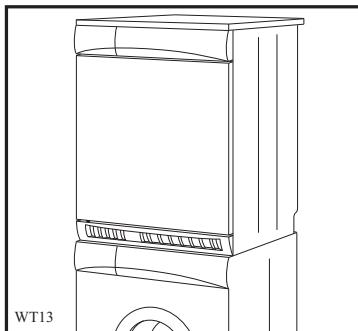

Fig 10
- Modelos con zócalo (fig. 10, 11, 12 y 13).